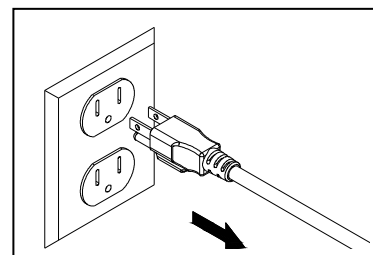

Fig. 6
- Desenchufe la bomba, retire del estanque. Fig. 6